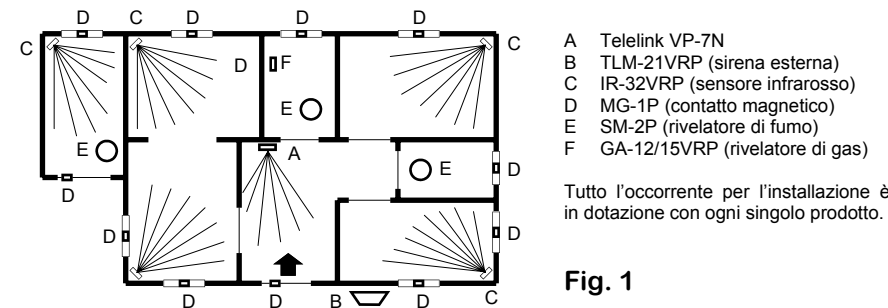

Fig. 1
- Installare il Telelink VP-7N in posizione centrale rispetto ai dispositivi periferici (vedi Fig. 1).